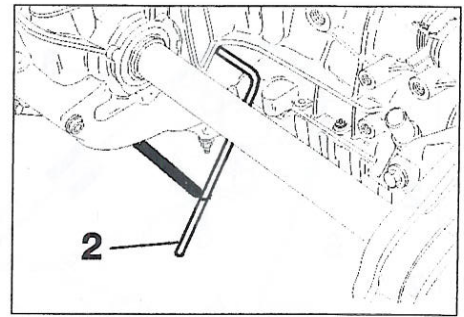

FIGURA 1-8
- motor DW12: PSA C. 0188. X (figura 1-8).